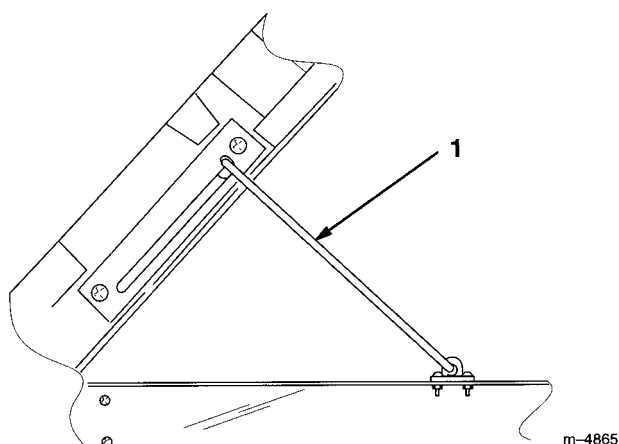

図20
3. 荷台を一番高い位置からわずかに降ろすとプロップロッドが固定される（図20）。